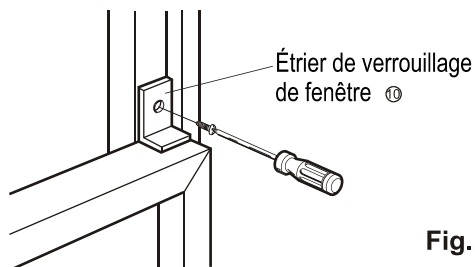

Fig. 9
12. Fixez l'étrier de verrouillage de fenêtre ① à l'aide d'une vis de type C ② (Fig. 9)